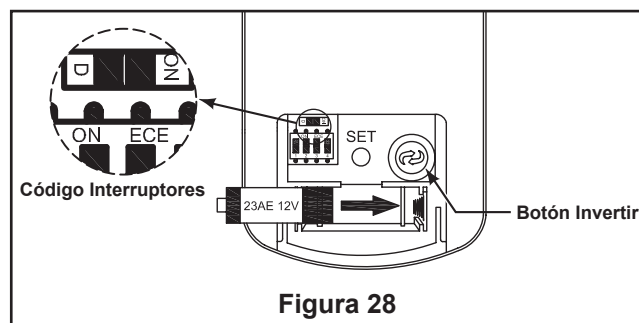

Figura 28
- ☐ 5. Conmutador “D” y “ON”: La selección “ON” es la selección regulable de luz y debe ser utilizada con todas las bombillas menos con las bombillas CFL. La selección “D” es la encender solo la luz (sin la función de regulación) y debe ser utilizada con bombillas CFL, ya que estas no pueden ser reguladas. El receptor ofrece la siguiente función protectora: (Figura 28)